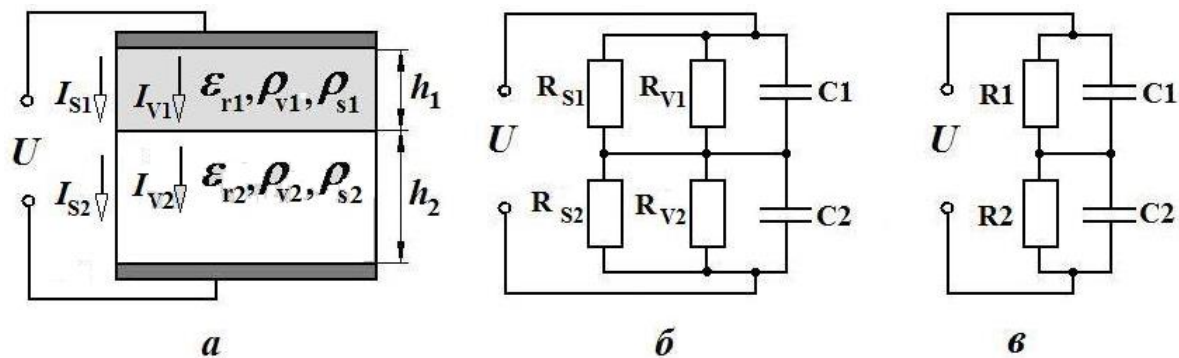

Рис.1. Двухслойный диэлектрик
Изоляционная конструкция высокого напряжения состоит из двух слоев различных изоляционных материалов (рис.1,а). Материал первого слоя имеет относительную диэлектрическую проницаемость ϵ_{r1} , удельное объемное сопротивление ρ_{v1} , удельное поверхностное сопротивление ρ_{s1} , тангенс угла диэлектрических потерь $tg\delta_1$ и толщину h_1 . Материал второго слоя имеет соответственно параметры ϵ_{r2} , ρ_{v2} , ρ_{s2} , $tg\delta_2$, h_2 . Изоляционная конструкция находится между двумя электродами прямоугольной формы длиной
1. Определить параметры $R1$, $R2$, $C1$, $C2$ схем замещения, показанных на рис.1,б,в.